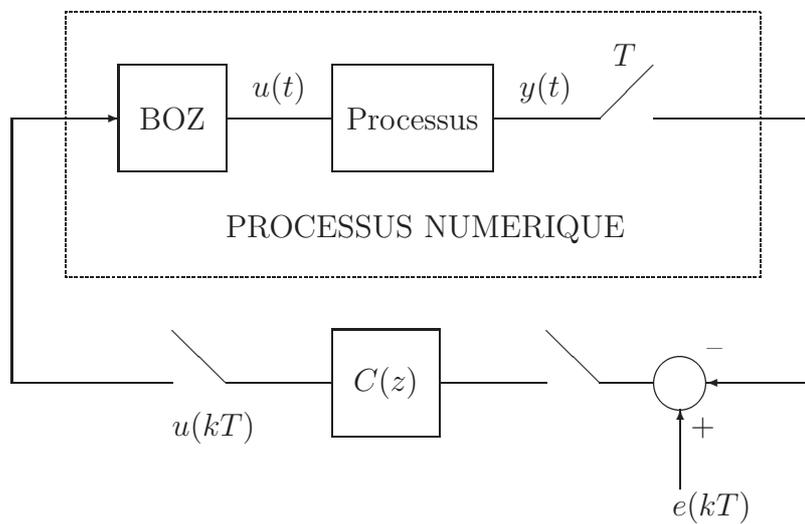

FIG. 3 – *Processus continu dans une boucle numérique d'asservissement*
- 1.3) Calculer la fonction de transfert en Z du **processus numérique équivalent** au processus continu $G(p)$ muni de son BOZ et échantillonné à la période T (cf. figure 3).